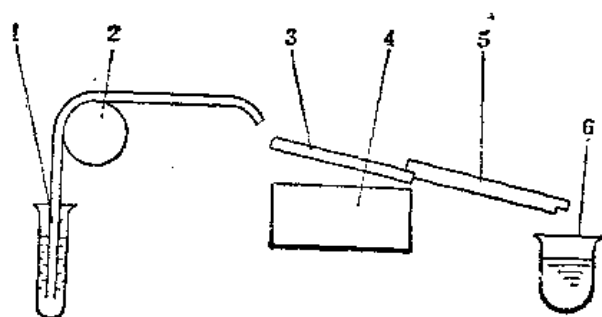

图19-1-30 ZTP-1铁谱制谱仪工作原理图
(1) 分析式铁谱制谱仪 其工作原理如图 19-1-30所示: 由具有低稳定流量的微量泵 2 将油样 1 输送到位于磁场装置 4 上方的玻璃基片 3 的上端。由于玻璃基片与水平面成一个小倾角, 从而形成一个由弱到强逐步增强的高梯度磁场, 油样沿倾斜基片向下流动。可磁化的金属磨粒在高梯度磁力、液体粘性吸力和重力作用下, 按尺寸大小依次沉积在玻璃基片上, 并沿垂直于油样流动方向形成楔状。油从玻璃片下端, 通过导流管 5 排入贮油杯 6, 在大约 4 ml 的油样从基片上流过之后, 使用四氯乙烯溶剂洗涤基片, 以除去残余油液, 并使磨粒粘在基片上, 即制成谱片。